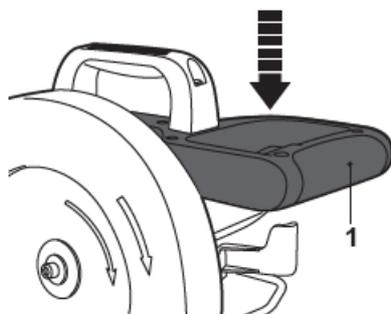

Fig. 36
- > Abaissez la poignée [1] et tirez sur le boulon de verrouillage [25] pour le sortir de sa position verrouillée (Fig. 36, 37).